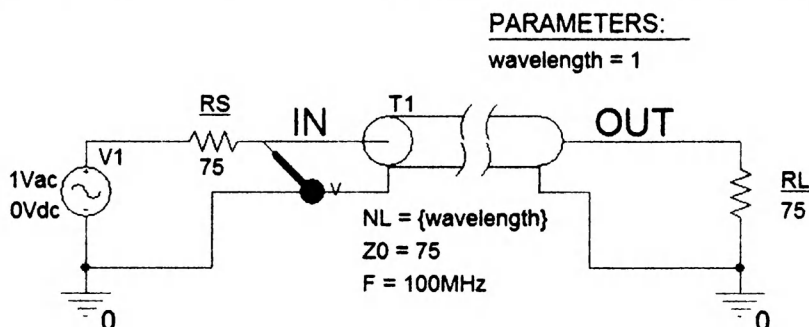
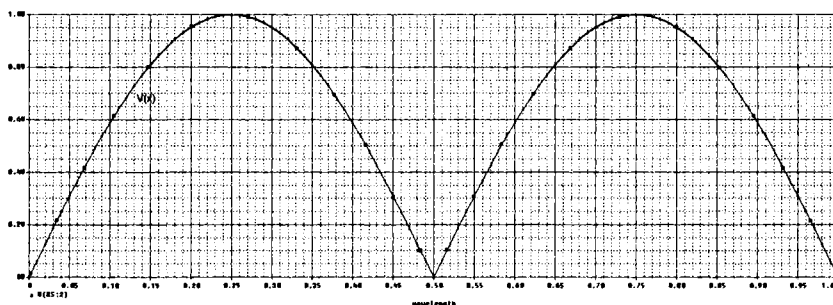

Рис. 11.8. Модель для исследования формы волны
Рис. 11.14. Напряжение в линии с режимом стоячей волны
1. В новом проекте соберем модель линии с источником переменного напряжения (рис. 11.8).
В схеме появятся дополнительные свойства (см. рис. 11.8).
7. Установите в схеме (см. рис. 11.8)  $RL = 75$  Ом и выполните моделирование. После окончания моделирования отобразите в окне
8. Установите в схеме (см. рис. 11.8)  $RL = 75 \text{ мОм}$  (режим короткого замыкания). Выполните моделирование. В линии установится режим стоячей волн. В конце линии будет минимум напряжения (рис. 11.14).